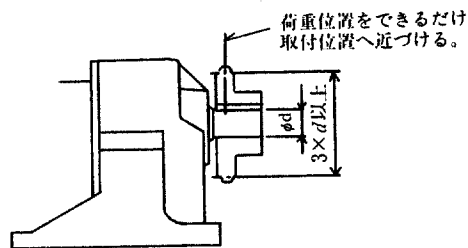

図4 スプロケット位置
- (3) オーバハング荷重による損傷を防止するため、スプロケット、歯車、プーリなどは、荷重位置ができるだけ出力軸段付部側へくるように取り付けて下さい。図4参照。